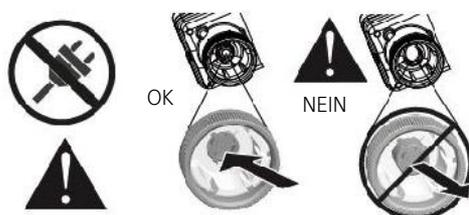

Abbildung 145:
4. Stellen Sie sicher, dass die Antriebsspindel eingefahren ist (s. Abbildung 145, oder oben).
5. Stellen Sie sicher, dass die Antriebsspindel eingefahren ist (s. Abbildung 145, oder oben).